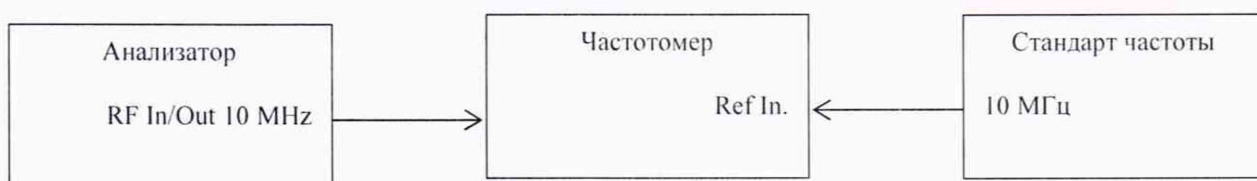

Рисунок 1 – Схема определения относительной погрешности частоты опорного генератора
10.1.2 Соединить приборы по схеме, приведенной на рис. 1.